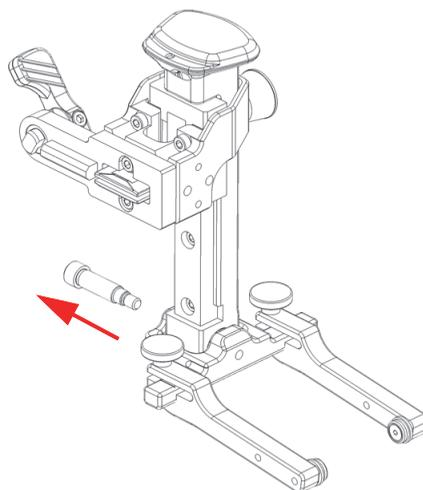

Рис. 2-22 Извлечение винта из стержня вилки
4. С помощью шестигранного ключа 2,5 мм открутите и извлеките винт из стержня вилки (Рис. 2-22 на стр. 62).